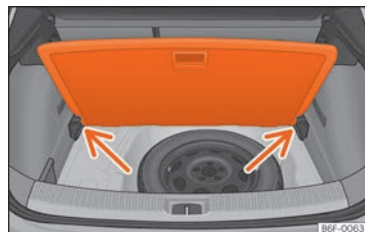

Abb. 148 Variabler Gepäckraumboden: geneigte Stellung.
- Legen Sie den Gepäckraumboden auf die dafür vorgesehenen Aufnahmen >>> **[Abb. 148]** (Pfeile).